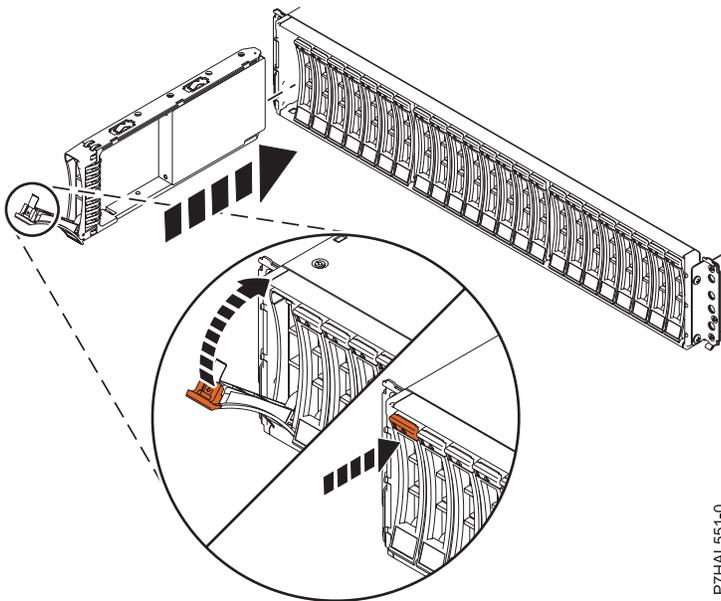

Figura 20. Instalación de la unidad de disco en Alojamiento de unidad de disco 5887
1. Con el asa en la posición de desbloqueo, consulte Figura 20, sostenga la unidad por la parte inferior mientras la alinea con los rieles de guía de la unidad de expansión.